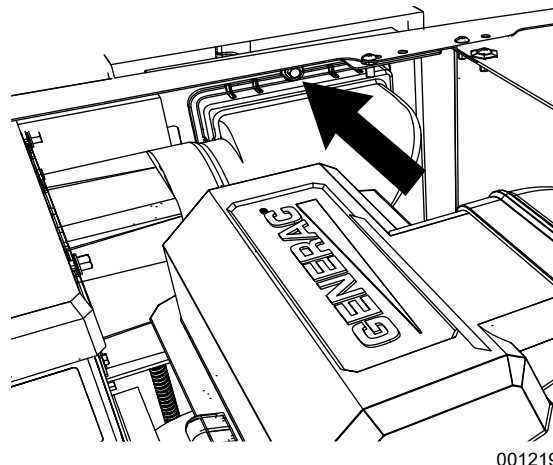

Figure 4-5. Retrait de la vis de fixation du filtre AVR
1. Voir Figure 4-5. Dévissez la vis pour libérer le boîtier du filtre AVR du panneau arrière.
2. Voir « A » à la Figure 4-5. Dévissez la vis pour libérer le boîtier du filtre AVR du panneau arrière.
2. Voir Figure 4-5. Dévissez la vis pour libérer le boîtier du filtre AVR du panneau arrière. Retirez le boîtier du filtre AVR.